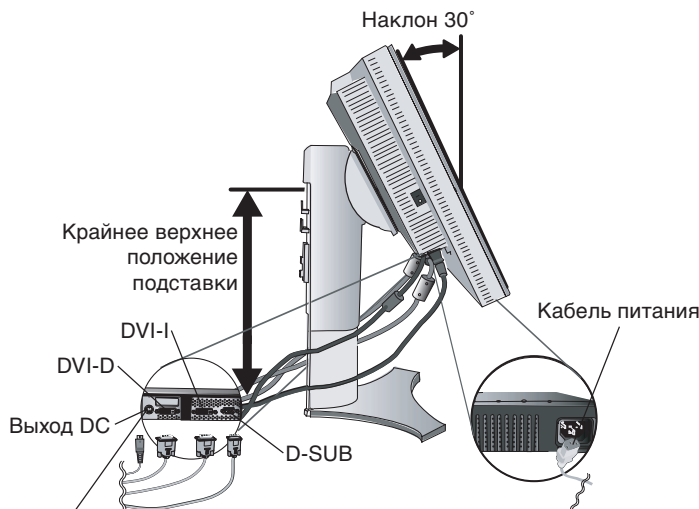

Рисунок C.1
3. Возьмите монитор с двух сторон и установите ЖК-панель в самое верхнее положение с углом наклона 30 градусов (**Рисунок C.1**).
4. Подключите все кабели к соответствующим разъемам (**Рисунок C.1**).